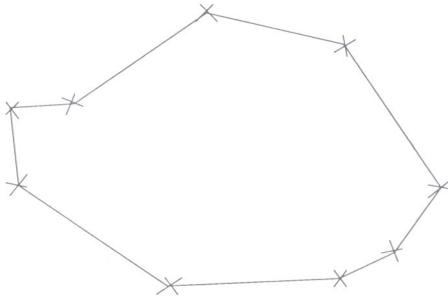

Fig. 6. Desenho esquemático da área a ser mapeada.
1. Visite a área para ter uma idéia de seu formato e depois faça um desenho esquemático para visualizar melhor e determinar os pontos extremos, conforme a Fig. 6.